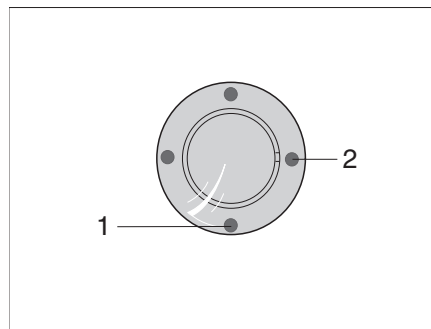
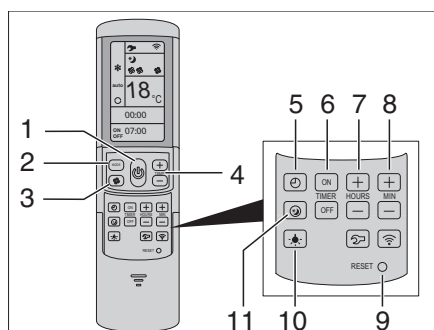

Fig. 123 Receptor IR/Indicación de la función
Fig. 124 Mando a distancia
La instalación de aire acondicionado está colocada en el techo del vehículo. El mando a distancia (Fig. 124) de la instalación de aire acondicionado está en la zona de la cocina.
- Conectar el vehículo a la alimentación de 230 V. La instalación de aire acondicionado está lista para el funcionamiento. El LED azul (Fig. 123,1) se enciende.
- Para conectar pulsar la tecla (Fig. 124,1) en el mando a distancia. El LED azul (Fig. 123,1) parpadea.
- Ajustar con la tecla MODE (Fig. 124,2) el modo de funcionamiento deseado.
- Si es necesario, ajustar con la tecla (Fig. 124,3) el nivel deseado del ventilador y con las teclas (Fig. 124,4) la temperatura ambiente.
Una vez alcanzada la temperatura ajustada en mando a distancia, el LED azul (Fig. 123,1) se apaga, el compresor se apaga y el ventilador de circulación de aire continúa funcionando.
- Para la desconexión pulsar de nuevo la tecla (Fig. 124,1) en el mando a distancia.
- Para la programación, encender la instalación de aire acondicionado con la tecla (Fig. 124,1) en el mando a distancia.
- Con la tecla (Fig. 124,2) ajustar el modo de funcionamiento deseado y con las teclas (Fig. 124,4) la temperatura ambiente.
- Con las teclas (Fig. 124,6) seleccionar la función deseada:
- Con las teclas (Fig. 124,7 y 8) seleccionar la hora de conexión deseada (15 minutos hasta 24 horas).
- Confirmar el ajuste con "ON" o "OFF" (Fig. 124,6).